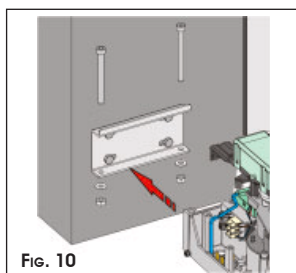

Fig. 10
- ④ Posizionare l'operatore sulla staffa appena fissata con le due viti M8x100 ed i relativi dadi in dotazione (Fig.10).
- ⑤ Predisporre l'operatore per il funzionamento manuale, vedi paragrafo 7.